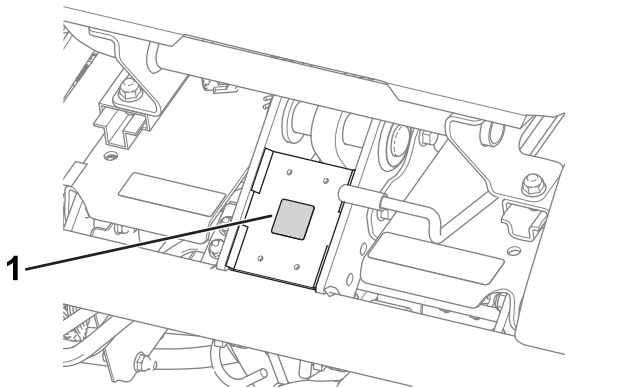

Figure 10
- Apposez l'autocollant de marque de conformité CE sur le cadre, sous l'avant du siège (Figure 10).